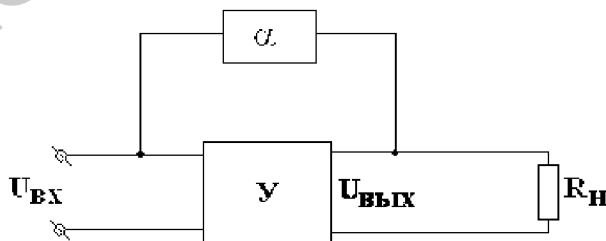

Рисунок 3.15 – Структурная схема УК с параллельной ОС
- параллельная ОС (рисунок 3.15).